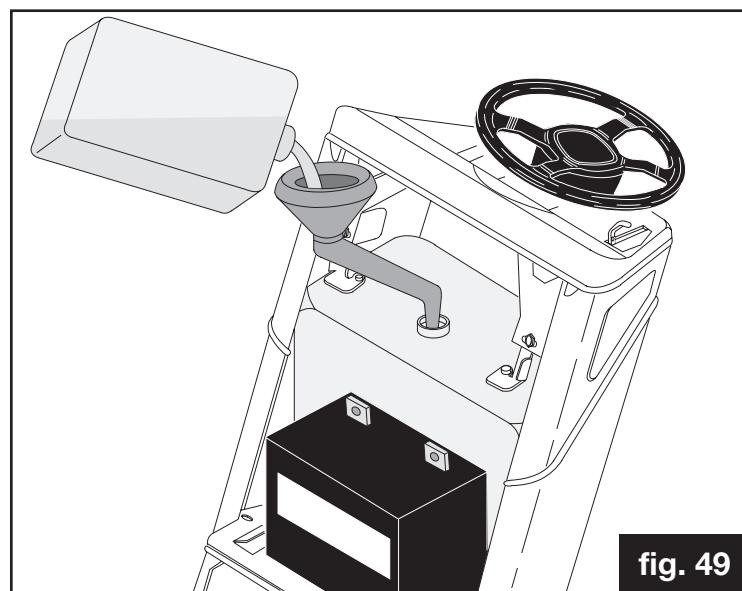

fig. 49
- ✓ At du ikke har sluppet opp for drivstoff. Om fylling, se fig. 49.